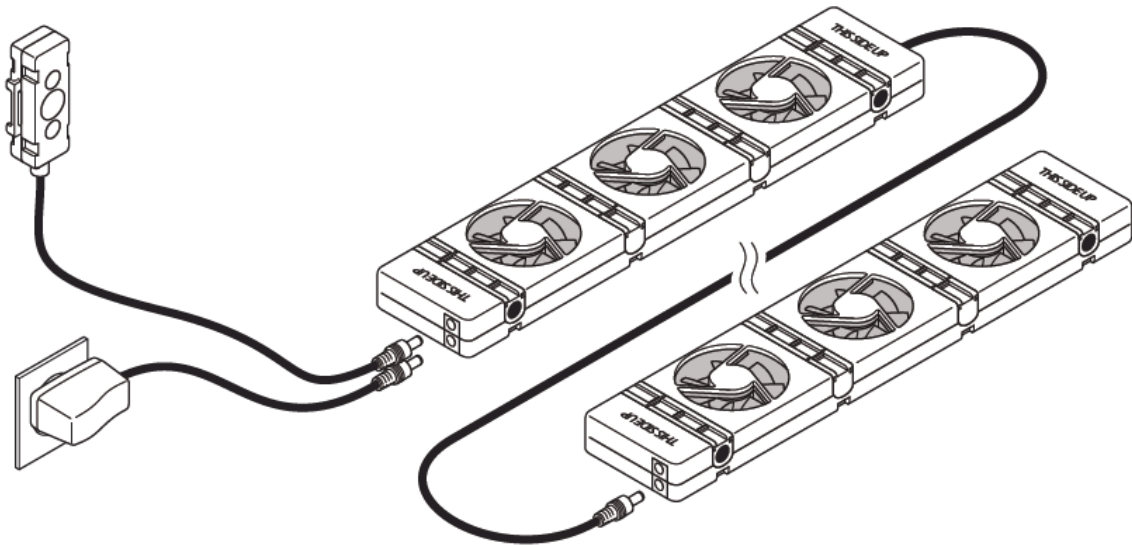

Abbildung 4 - Verbinden weiterer Heizkörperventilatoren (A).
- Bei langen Heizkörpern verbinden Sie zusätzliche **Heizkörperventilatoren** (A) mithilfe des 30 cm langen **Verbindungskabels** (F) (siehe Abb. 4). Es können mehrere **Heizkörperventilatoren** (A) (**bis zu 20**) mit einem **Netzadapter** (D) verbunden werden. Zusätzliche **Temperaturfühler** (E) sind nicht erforderlich. Das Duo-Set und das Trio-Set enthalten mehrere **Heizkörperventilatoren**.